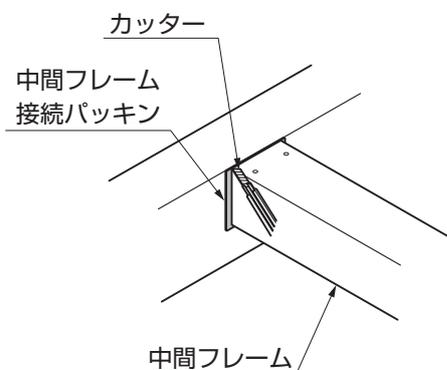

図6-6 A部詳細図
③中間フレームからはみ出た中間フレーム接続パッキンをカッターで切取ってください。(図6-6参照)